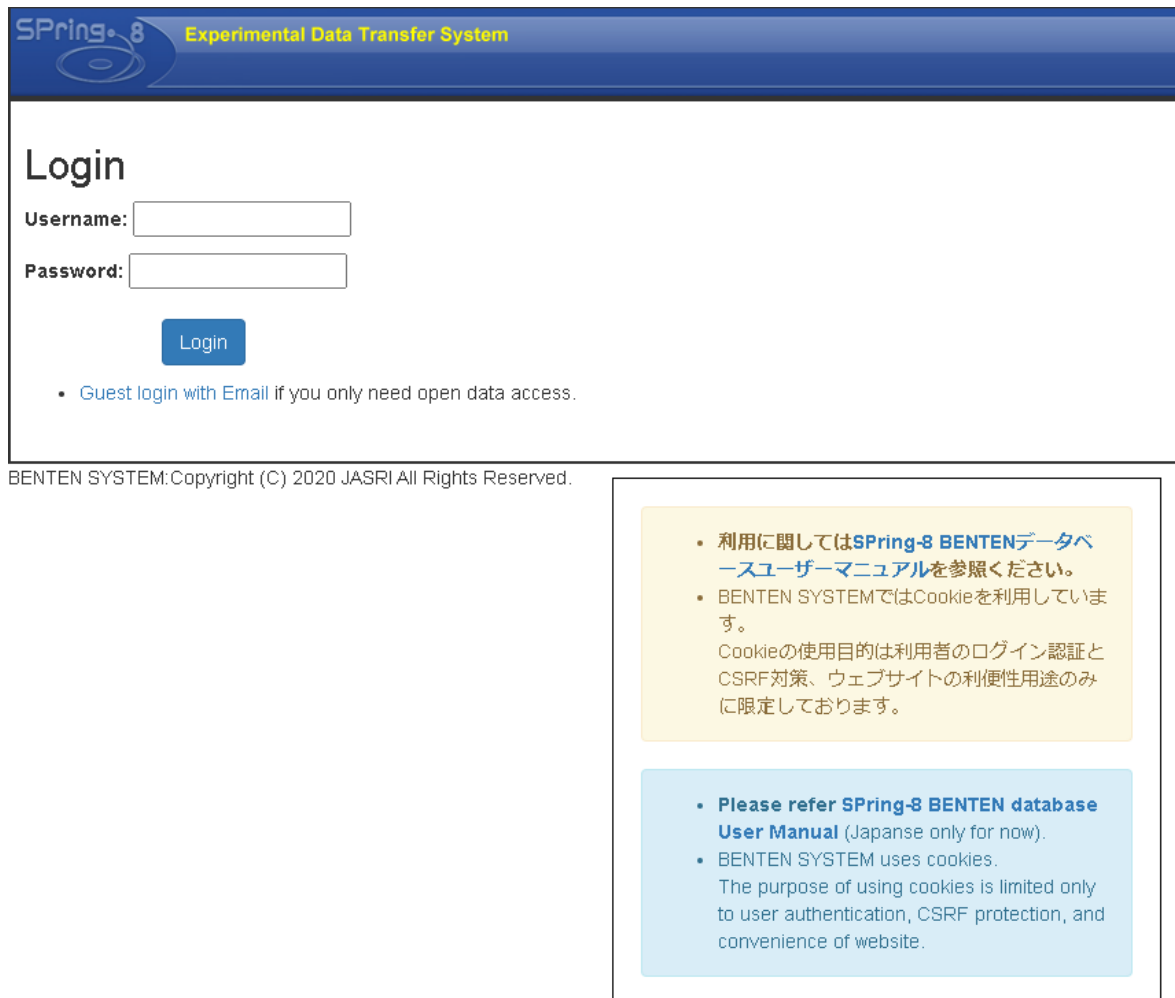

図 1 SPring-8 実験データリポジトリトップページ画面
(1) インターネットブラウザより、SPring-8 実験データ転送システム BENTEN の URL(<https://benten.spring8.or.jp/>)を開く。URL を開くと、トップページ(図 1)が表示される。